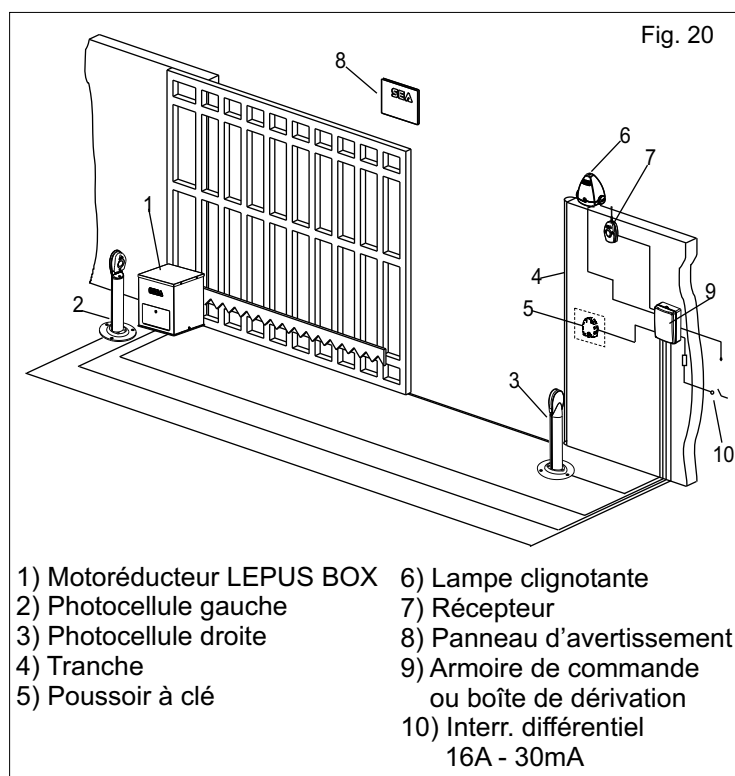

Fig. 20
12. INSTALLATION TYPE (Fig. 20)